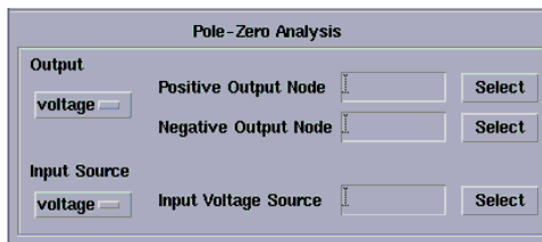

图 6.4 “PZ”分析端口设定
3. 在对话框的“Output”节选定输出端口。在如图 6.4 所示的下拉菜单中可以选择“Voltage”或者“Probe”类型。指定电压输出的方法如下：